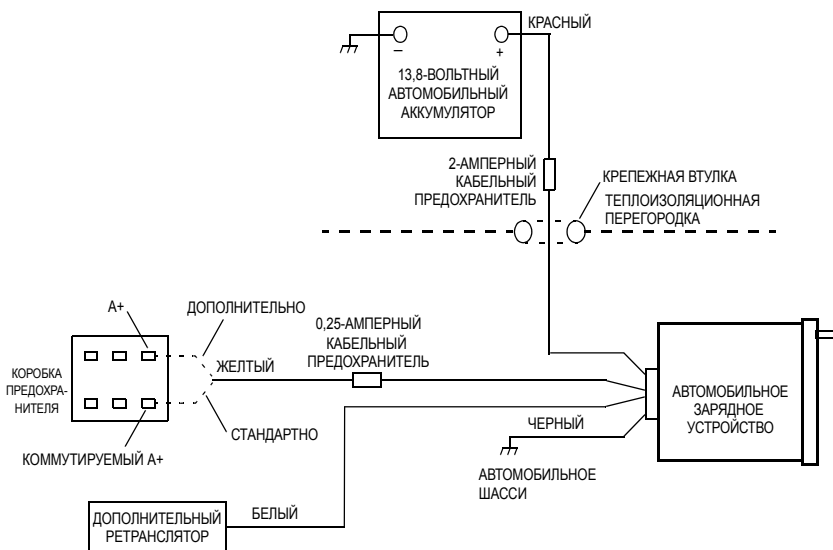

Рис. 5 Кабель консоли
7. Для подключения красного провода (A+, со встроенным в кабель предохранителем) комплектного кабеля к некоммутируемому разъему в коробке предохранителя автомобиля или напрямую в разъем с положительным полюсом (+) автомобильного аккумулятора см. Табл. 2 и Рис. 5. Всегда старайтесь располагать предохранитель как можно ближе к источнику напряжения.